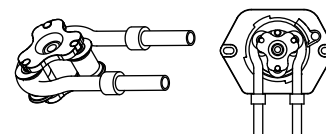

图2
- 1、将软管套在3个滚轮上方，放入到泵头前盖中，注意滚轮盘方向应与图示一致，此示意图软管固定方式为管套固定，管夹固定方式的与此相同，图示如下图2